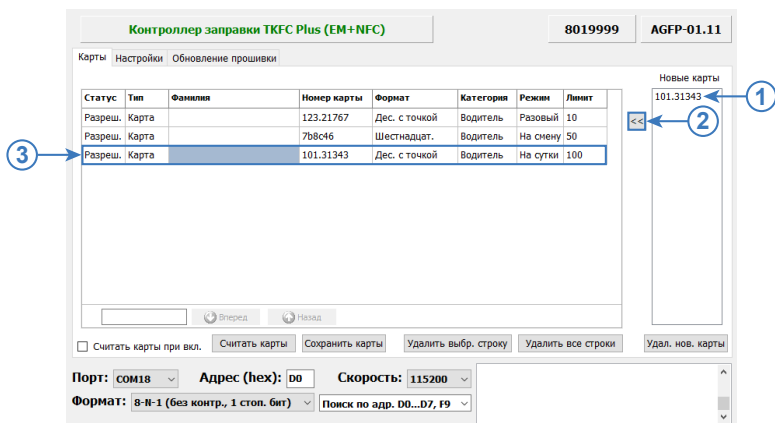

Рис.27. Считывание номера карты
- поднести карту к настраиваемому устройству, подключенному к ПК. Номер считанной карты появится в списке «Новые карты» (**Рис.27, п.1**).
- переместить номер считанной карты в таблицу, нажав кнопку «<<<» (**Рис.27, п.2**). Автоматически для новой карты будут установлены настройки по умолчанию (**Рис.27, п.3**).